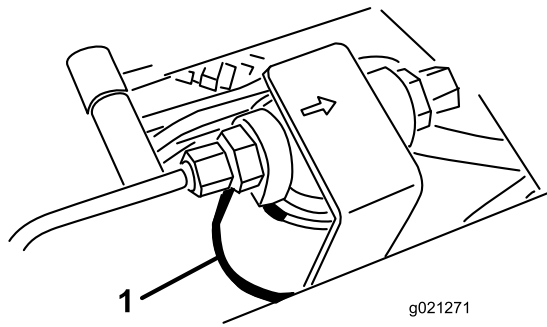
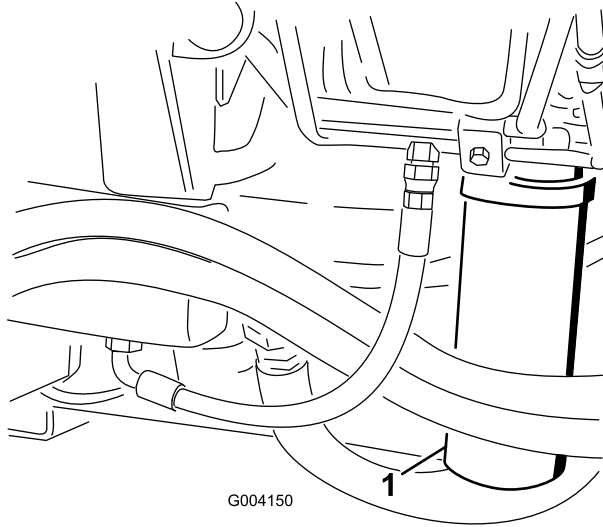

図 101
図 102
2. フィルタ取り付け部付近をきれいに拭い、下に容器を置く 図 101と 図 102。